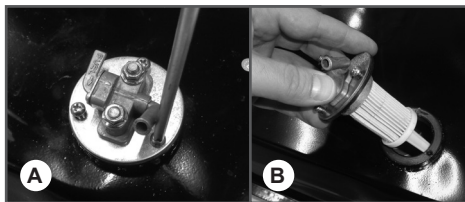

Рис. 28 Извлечение топливного фильтра
3. Открутите винты крепления топливного крана (Рис. 28А) и снимите топливный кран в сборе с фильтром (Рис. 28В).